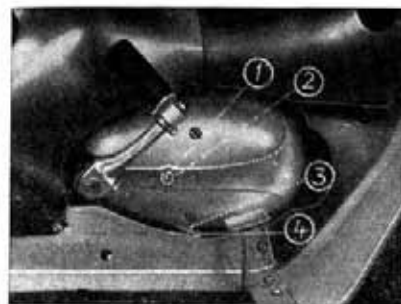

Рис. 49
**Регулировка сцепления выполняется следующим образом (рис. 49):**
1. Ослабить гайку (2) и при помощи болта (1) в центре правой стороны крышки двигателя ограничить зазор. После того гайку опять подтянуть.
2. При выемке тросика сцепления ограничивается зазор ослаблением предохранительной гайки (4) в нижней части правой стороны крышки двигателя и зазор устанавливается при помощи винта (3).